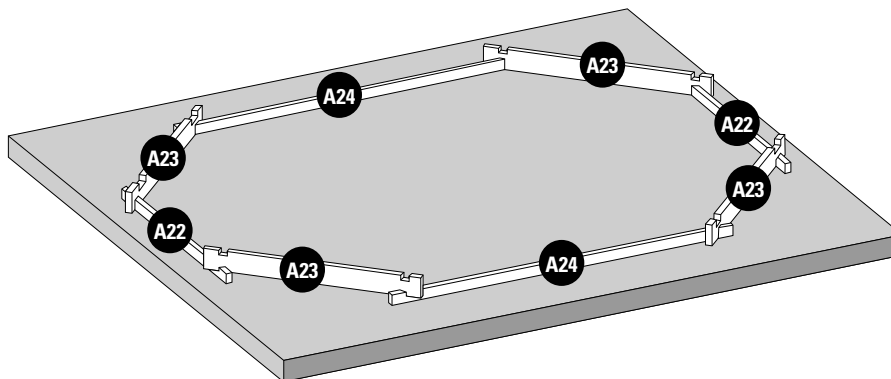

Fig. 1 / Abb. 1 / Afb. 1
**INSTALLATION OF THE FIRST LAYER OF BOARDS:** • Build the first layer placing boards (A22), (A23) and (A24) as shown by figure 1. • Adjust the shape of the pool using the inside dimensions indicated in the installation diagram (see page 48). • The drawing shows the inside dimensions of the pool for the different opposing diagonals. After having installed the first layer, you should check the inside dimensions of the pool.
**POSITIONNEMENT DE LA 1ÈRE RANGÉE DE MADRIERS :** • Constituez la première rangée, en disposant les madriers (A22), (A23) et (A24) comme indiqué sur la figure 1. • Ajustez la forme de la piscine en vous aidant des dimensions intérieures indiquées sur le plan d'implantation (Voir page 48). • Le plan donne les dimensions intérieures du bassin pour les différentes diagonales opposées.
**POSITIONIERUNG DER ERSTEN REIHE VON BRETTERN:** • Errichten Sie die erste Reihe, indem Bretter (A22), (A23) und (A24) platzieren, wie Abb. 1 zeigt. • Passen Sie die Form des Pools an, indem Sie die angezeigten Innenmaße verwenden, die in der Einbauezeichnung (Siehe Seite 48) aufgeführt sind. • Die Zeichnung zeigt die Innenmaße des Pools für die verschiedenen gegenüberliegenden Diagonalen.
**PLAATSING VAN DE EERSTE RIJ PLANKEN:** • Construeer de eerste rij door het plaatsen van planken (A22), (A23) en (A24) zoals te zien is op afbeelding 1. • Plan de vorm van het zwembad aan waarbij u gebruik maakt van de interne afmetingen die zijn aangegeven op het montageplan (Zie pagina 48). • Het plan geeft interne afmetingen van het zwembad aan voor de verschillende tegenover elkaar liggende diagonale lijnen.